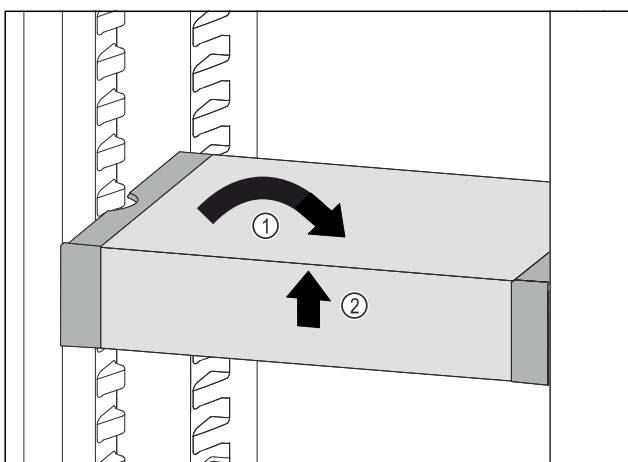

Fig. 64
- ▶ Poziționați drept VarioSafe. Fig. 64 (1)
- ▶ Ridicați în față VarioSafe. Fig. 64 (2)